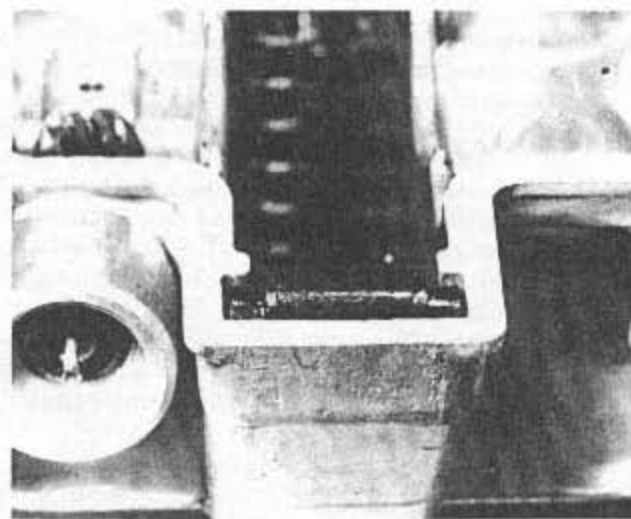

Bild 149
- Die vordere Kettenführungsschiene wird in den Kettenschacht eingeführt. Das untere Ende muss in die Aussparung am Führungssitz eingreifen, das obere in die Gehäuseaussparung auf jeder Seite des Kettenschachtes (Bild 149). Man vergewissere sich, dass das untere Ende der Führungsschiene korrekt geführt ist; sitzt die Schiene im Motor lose, kann die Steuerkette Schaden nehmen, was schwerwiegende Motorschäden zur Folge haben kann!